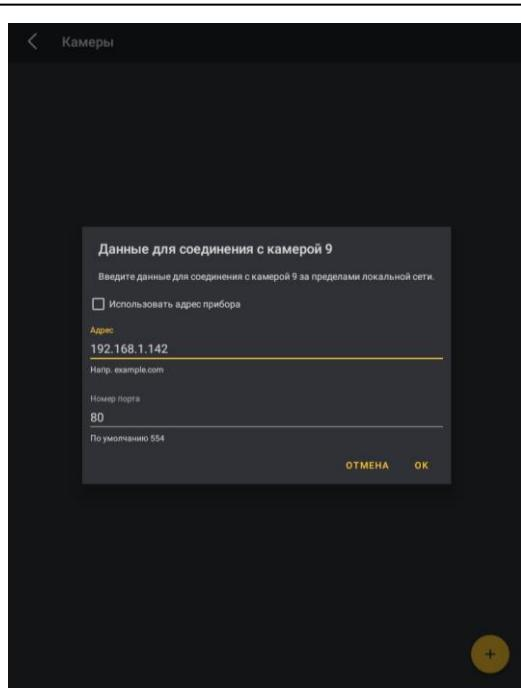

Рис. 13. Настройка соединения с камерой.
9. Можно задать настройки соединения вручную (рис. 13). Если Вы хотите использовать адрес ПКП, поставьте галочку напротив поля «Использовать адрес прибора».